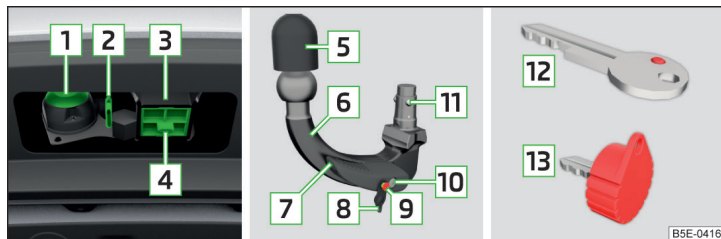

Fig. 297 Soporte del dispositivo de remolque / barra de cabeza esférica / variantes de llaves
Soporte del dispositivo de remolque, barra de cabeza esférica y variantes de llaves (dependiendo del equipamiento) » fig. 297
- Extraiga la caperuza protectora de la cavidad de alojamiento **4** » fig. 297 de la pág. 267 hacia abajo.